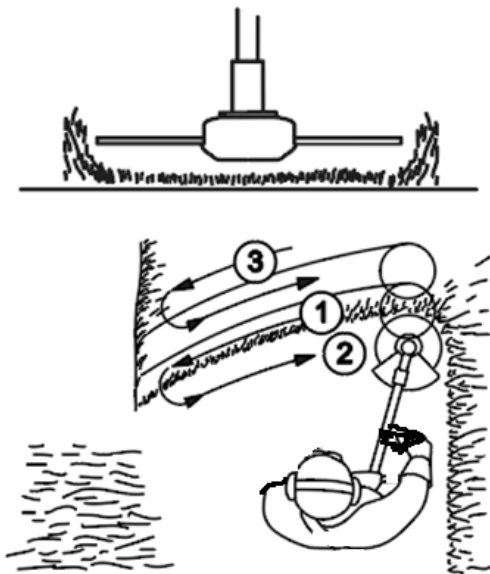

Рисунок 13. Схема скошування трави на ділянках вільних від перешкод.
3. Під час скошування плавно рухати виробом з боку в бік (рис. 13), намагаючись водночас утримувати різальну частину виробу на однаковій висоті над землею. Не намагайтеся скошувати високу траву за один раз. Це може призвести до намотування трави та перевантаження двигуна. Скошування високої трави рекомендовано починати поступово, починаючи з верхівки.